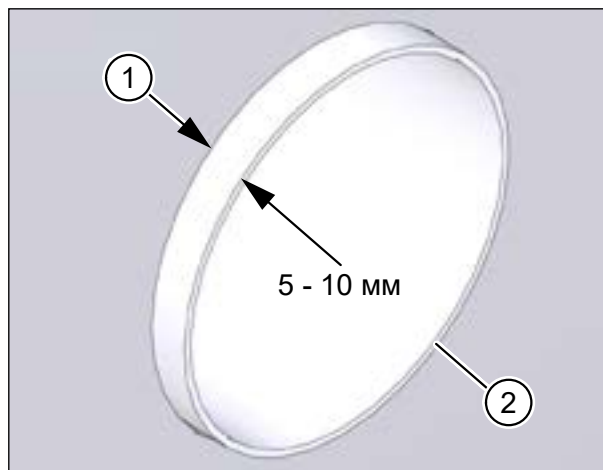

Рис. 7: Проверить вентиляционные трубы
- ▶ Проверьте, чтобы вентиляционные трубы выступали снаружи над штукатуркой на 5 - 10 мм (см. поз. 1 на рис. 7)
- ▶ Проверьте, чтобы стыки вентиляционных труб были зачищены (см. поз. 2 на рис. 7).